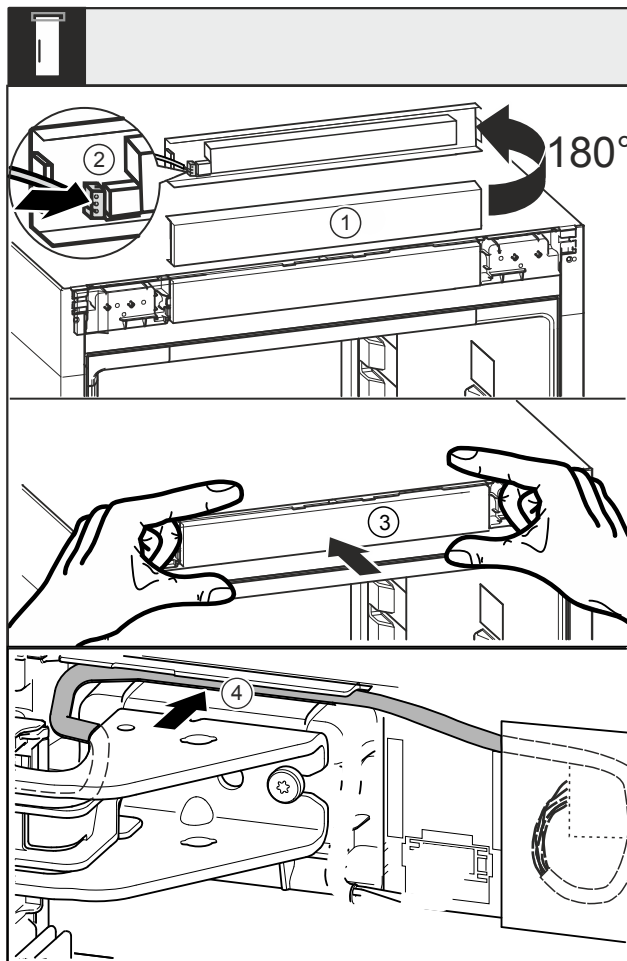

Fig. 32
- Okrenite masku Fig. 32 (1) za 180° prema gore.
- Uglavite utikač Fig. 32 (2) na masku s upravljačkim elementom.
- Masku Fig. 32 (3) ponovno uglavite na uređaju.
- Oprezno položite kabel u vodilicu Fig. 32 (4) iznad gornjeg podloška ležaja.